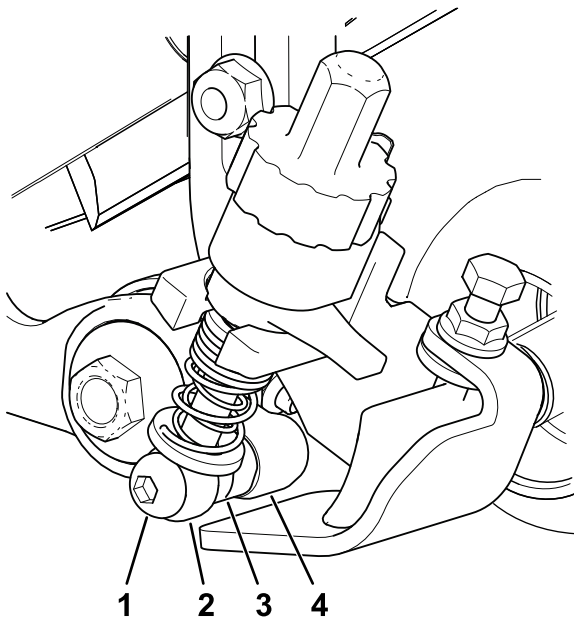

图 12
6. 在固定滚刀的同时上紧驱动箱轴六角头的扭矩至 135150N·m 请参阅图 12。
4. 在怠轮总成侧将剪草高度支架的调整臂杆与怠轮总成的调节环对齐并使用轴肩螺栓固定如图 12 所示上紧轴肩螺栓扭矩至 2026N·m。